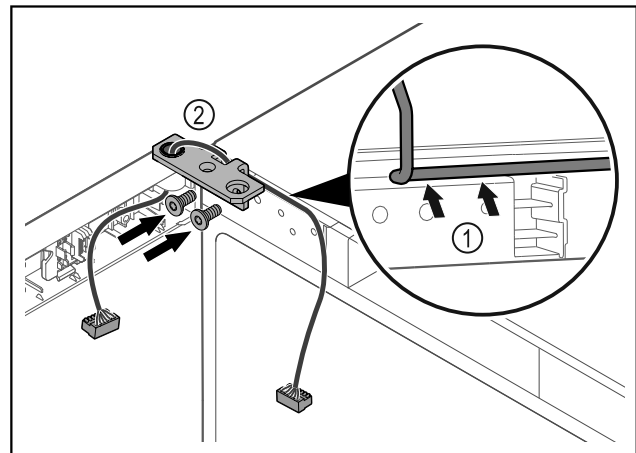

Fig. 45
- ▶ Кабель провести через виїмку шарнірного кутика і обережно прокласти Fig. 45 (1).
- ▶ Накрутити шарнірний кутик Fig. 45 (2).